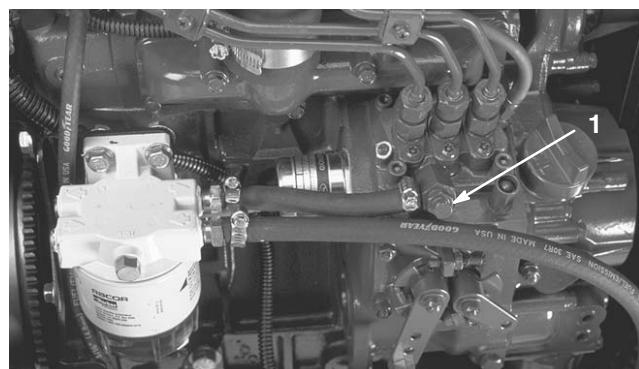

Bild 20
3. Öffnen Sie die Entlüftungsschraube an der Kraftstoffeinspritzpumpe (Bild 20).